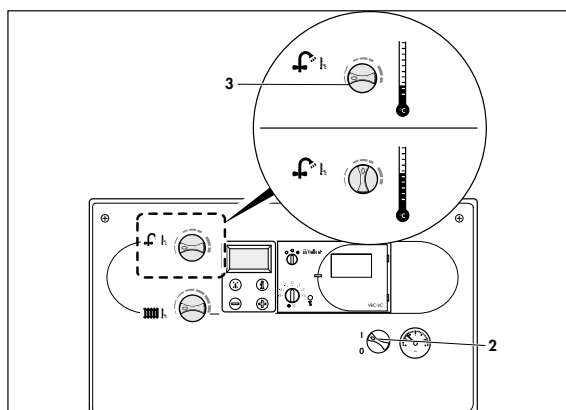

Fig. 3.5: Prepararea apei calde menajere
La o durezza a apei mai mare de 10°dh (1,79 mol/m³), fixați comutatorul (3) cel mult în poziția de mijloc (fig. 3.5).